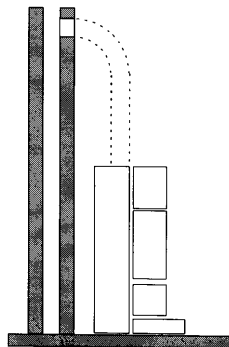

fig. 1
- Als de trekhoogte minder is moet eerst één meter verticale pijp op de kachel aangesloten worden alvorens de pijp aan te sluiten op de schoorsteen (fig. 1).